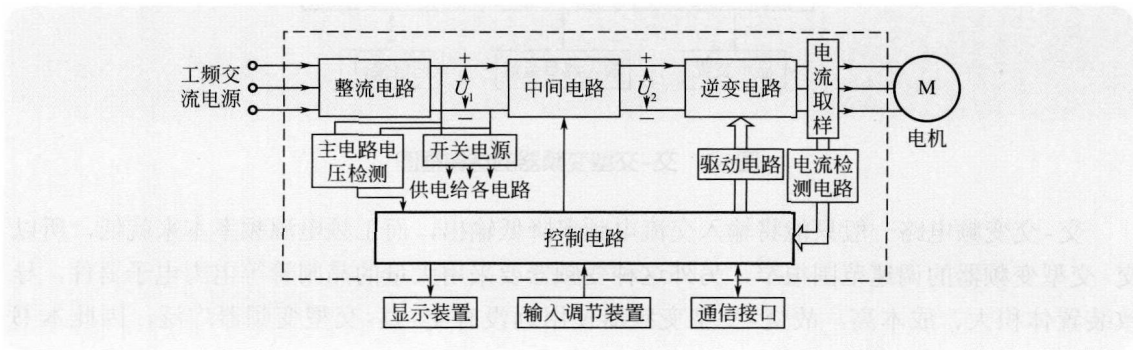

图1-2 交-直-交型变频器的典型结构框图
① 交-直-交型变频器的结构与原理 交-直-交型变频器利用电路先将工频电源转换成直流电源,再将直流电源转换成频率可变的交流电源,然后提供给电动机,通过调节输出电源的频率来改变电动机的转速。交-直-交型变频器的典型结构如图1-2所示。
下面对照图 1-2 所示框图说明交-直-交型变频器工作原理。